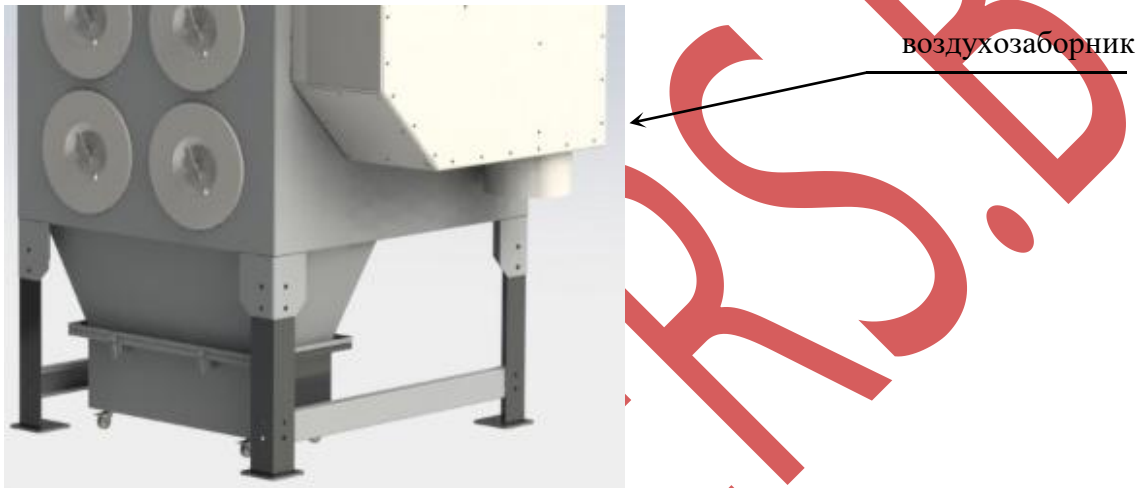

Рисунок 3 – Воздухозаборник
- Также отображается поле запуска Регенерации(очистки) вручную: Для запуска необходимо нажать клавишу «SEL» при этом параметр для редактирования начнет мигать, с помощью кнопок «Вверх» или «Вниз» задать необходимое значение: ПУСК (запуск) регенерации, подтвердить ввод кнопкой «ОК», после запуска регенерации вернуть значение в состояние СТОП. Для принудительной остановки регенерации используется кнопка «СБРОС» на пульте управления рис.3 поз.б.